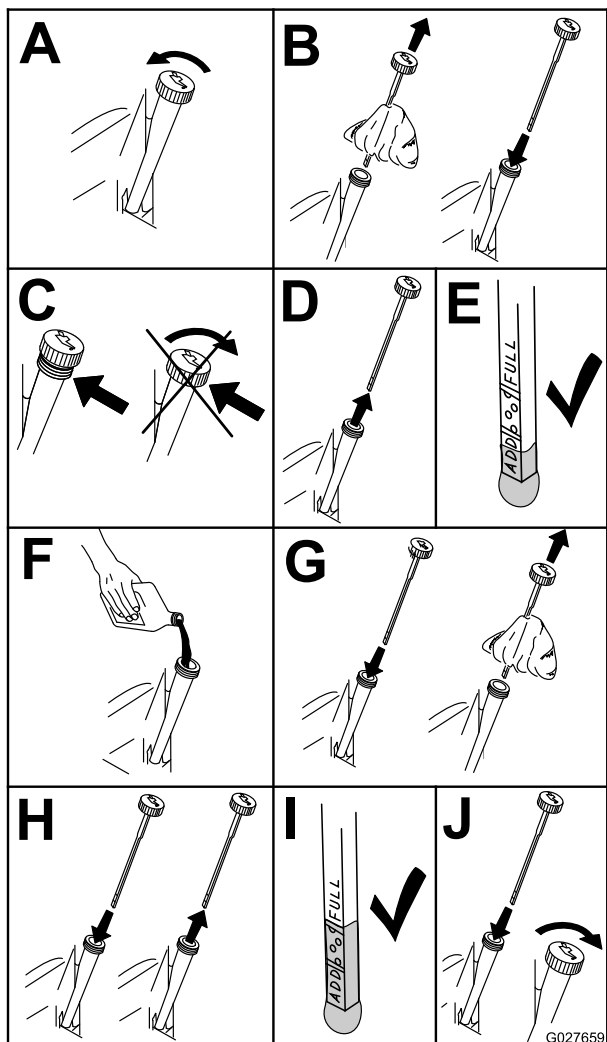

Figura 52
2. Desligue o motor, retire a chave e aguarde até que todas as partes em movimento parem antes de sair da posição de operação (Figura 52).